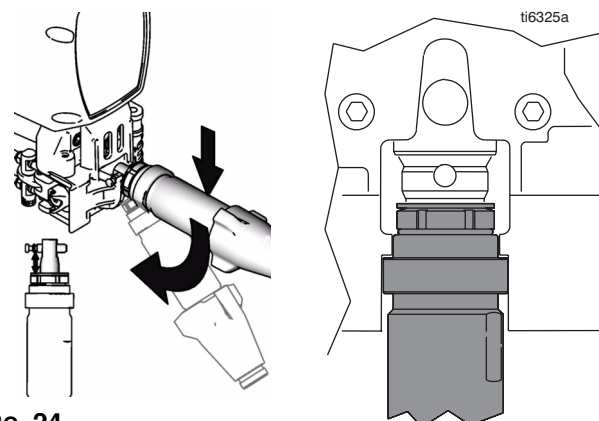

Рис. 24
- 1. Рис. 24. Приготовьте поршневой шток держателем штифта, чтобы вынуть поршневой шток. Легонько стукните поршневой шток по твердой поверхности, чтобы протолкнуть поршневой шток внутрь.